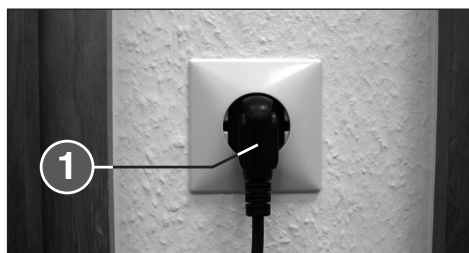

Рис. 2
- Вставить сетевую вилку прибора (1) (рис. 2) в розетку электросети (данные по необходимому входному предохранителю сетевой розетки приведены в "ТЕХНИЧЕСКИХ ДАННЫХ").
- 1 = Сетевой кабель (рис. 2)